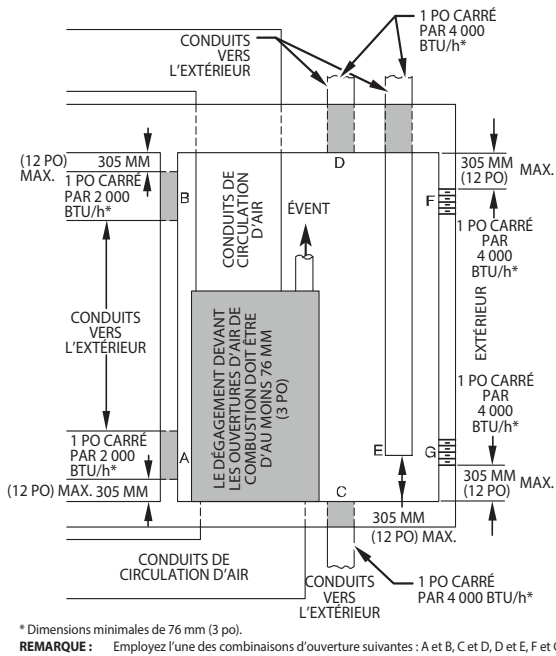

Fig. 6 – Air de combustion, de ventilation et de dilution pour l'extérieur
2. La Fig. 6 illustre comment installer DEUX OUVERTURES VERS L'EXTÉRIEUR, une ouverture d'entrée et de sortie d'air de combustion et de ventilation, donnant sur l'extérieur.
- Respectez les dimensions des ouvertures et des conduits indiquées à la Fig. 6 et au Tableau 3.
- DEUX CONDUITS HORIZONTALS nécessitent 645 mm² (1 po²) d'espace libre par tranche de puissance d'entrée de 2 000 BTUH (1 100 mm²/kW) pour tous les appareils à gaz situés dans l'espace considéré, conformément à la Fig. 6 et au Tableau 3.
- DEUX OUVERTURES OU CONDUITS VERTICAUX nécessitent 645 mm² (1 po²) d'espace libre par tranche de puissance d'entrée de 4 000 BTUH (550 mm²/kW) pour tous les appareils à gaz situés dans l'espace considéré, conformément à la Fig. 6 et au Tableau 3.
- 645 mm² (1 po²) d'espace libre par tranche de puissance combinée de 3 000 BTUH (734 mm²/kW) pour tous les appareils à gaz situés dans l'espace considéré, conformément à la Fig. 6 et au Tableau 3.